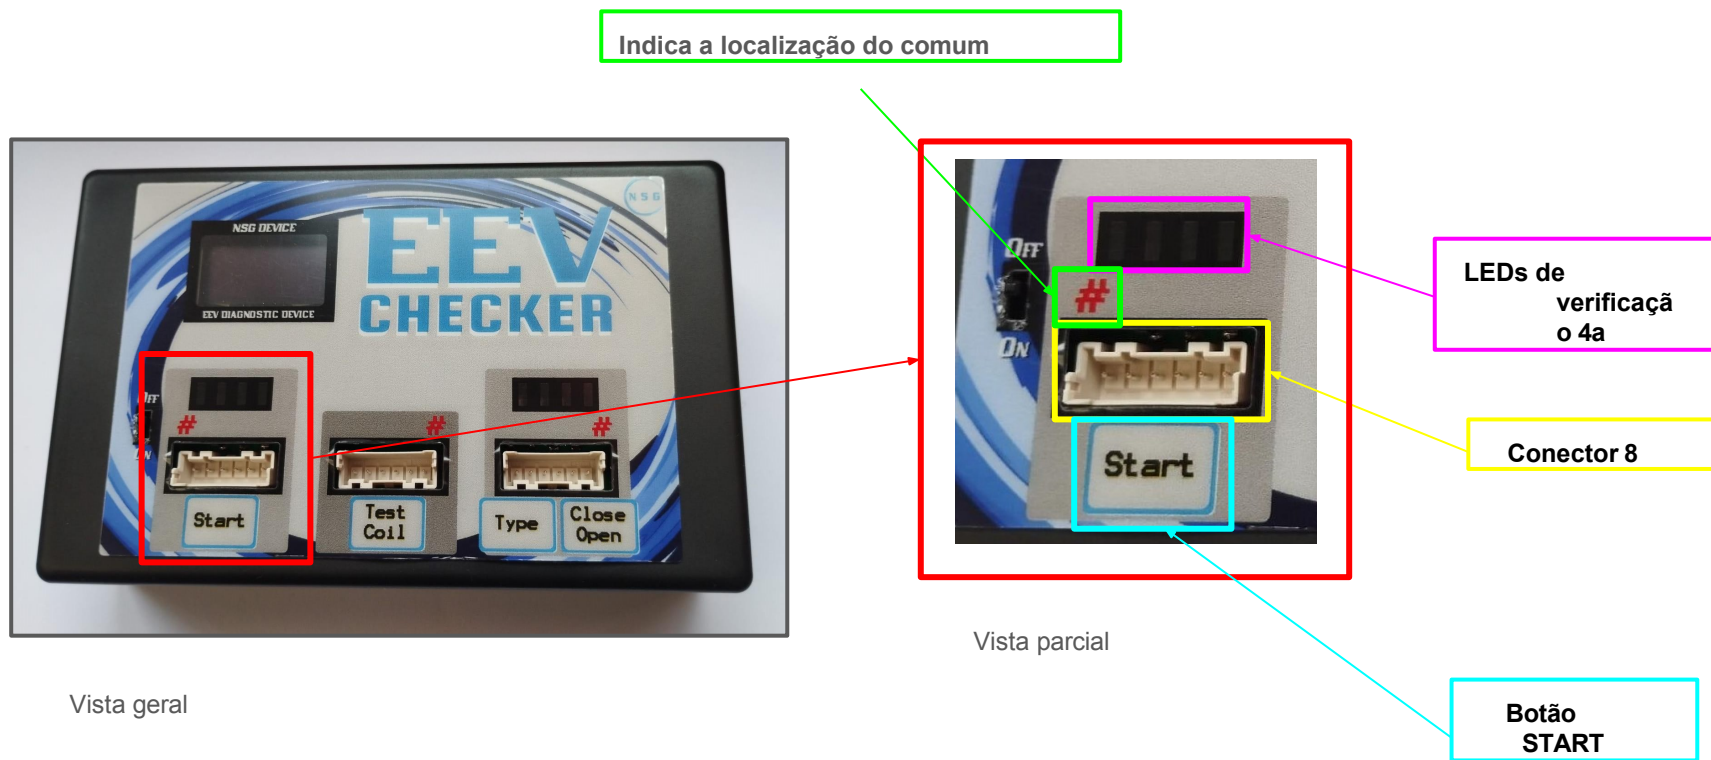

Figura 2
- Se o conector da placa for do tipo JST B6B-XH-A, deve-se conectar o cabo **Aux_1.1** entre a saída correspondente da placa eletrónica e o conector 8 (figura 2).
- Quando o conector da placa for do tipo JST B6B-XASK-1, ligue o cabo **Aux_1.1** e o cabo **Aux_1.2** entre a saída correspondente da placa eletrónica e o conector 8 (figura 2).